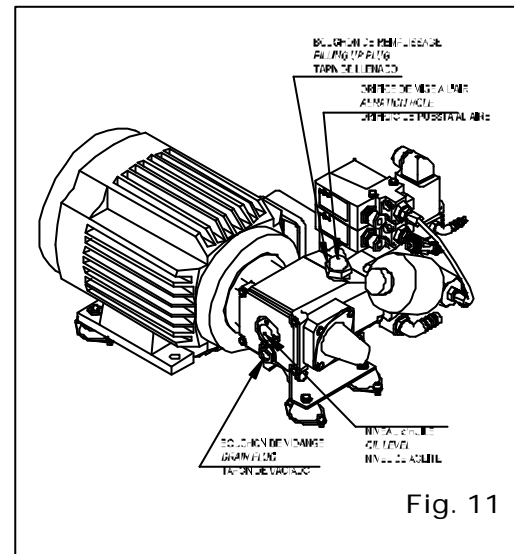

Fig. 11
84. OIL LEVEL (Fig. 11)
85. HP PUMP OIL CHANGE (Fig. 11)